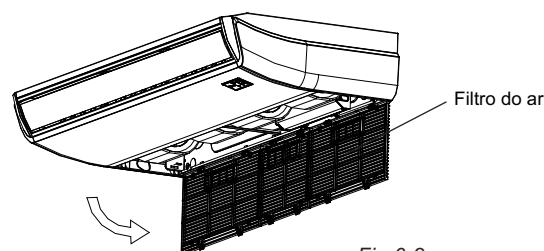

Fig. 6-2
- Remover o filtro de ar (ver Fig. 6-2)
- Re-instalar o filtro de ar na posição inversa (ver Fig. 6-2).